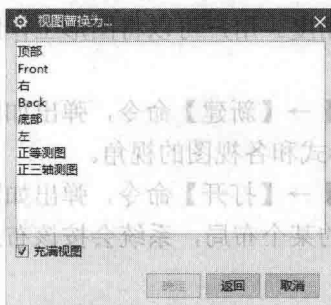

图 1-6 “视图替换为”对话框
(4) 更新显示布局。选择【菜单】→【视图】→【布局】→【更新显示】命令，系统就会自动进行更新操作。当对实体进行修改以后，可以使用更新操作，使每一幅视图实时显示。
(5) 重新生成布局。选择【菜单】→【视图】→【布局】→【重新生成】命令，系统就会重新生成视图布局中的每个视图。
(6) 替换视图。选择【菜单】→【视图】→【布局】→【替换视图】命令或单击【视图】选项卡，选择【视图】组→【更多】库→【查看布局】库中的【替换视图】图标，弹出如图 1-6 所示的“视图替换为”对话框，该对话框用于替换布局中的某个视图。